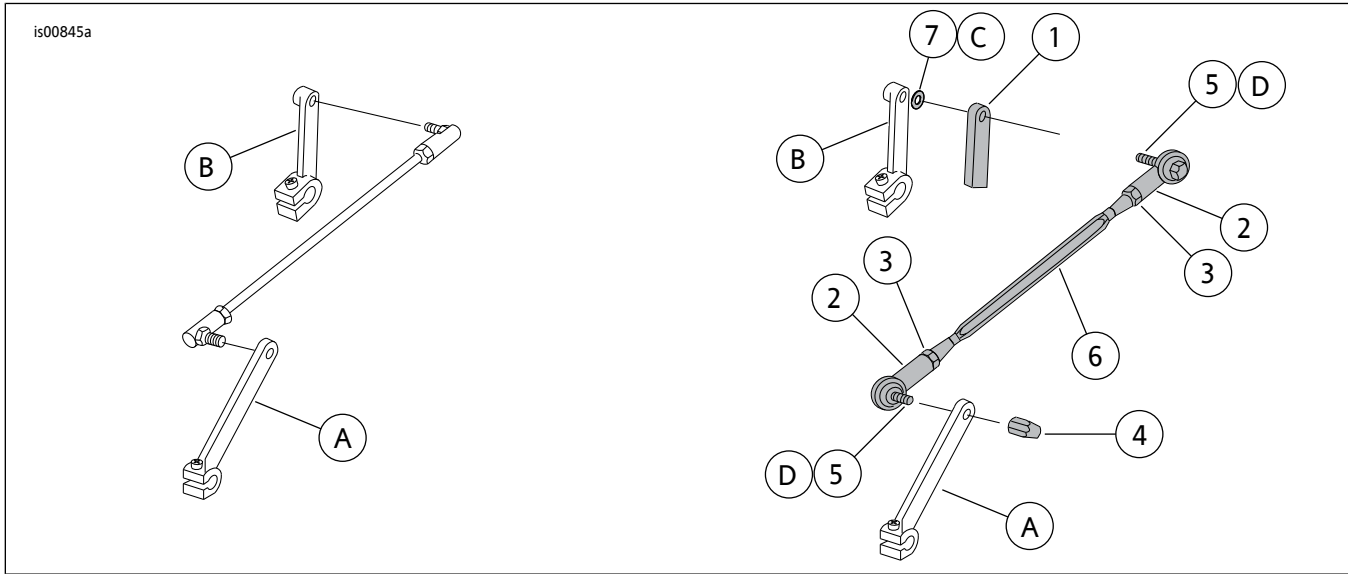

图1。维修零件：换挡连杆机构
参见图1了解套件内容清单。
之后步骤中引用的所有编号参见图1和表4。
5. 对于1999年款及之后的FLHT、FLHR和FXDWG车型，将连杆端置于变速杆外侧，然后在另一个盖螺丝(5)的螺纹上涂敷螺纹锁固剂，使用螺丝(5)和盖形螺母(4)将换挡连杆(6)前部连接至变速杆，顺序如图1所示(盖形螺母朝外)。拧紧盖形螺母(4)。
注意	套件中包括的项目在图1中以阴影表示。